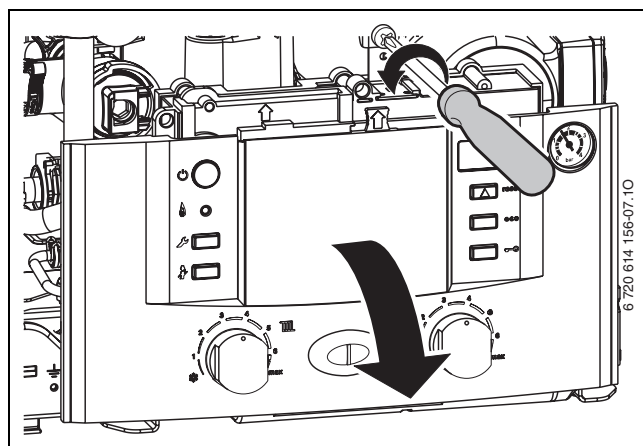

Fig. 17
- Svitare la vite di fissaggio (→ fig. 17) e far ruotare il pannello comandi verso il basso.